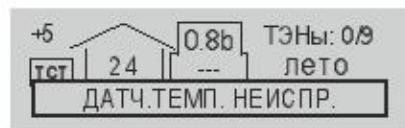

Рисунок 23
В этих случаях будет произведено обесточивание ТЭНов с помощью контактора, замкнутся контакты зажима подключения приёмника сигнала об отказе (например интеллектуального термостата GSM-Climate ZONT-1H или WiFi-Climate ZONT-2H) XT7 (см. рис. 4), включится индикатор отказа (7) рис. 5 и появится текстовое сообщение о характере несоответствия. Пример см. рис. 23. После устранения причины несоответствия прибор вернется к предыдущему режиму работы с сохранением настроек и параметров.